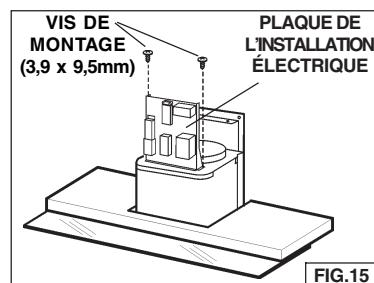

FIG.15
4. Assembler la plaque de l'installation électrique en la fixant avec (3) vis d'assemblage (3,9 x 9,5 mm) - Fig. 15.